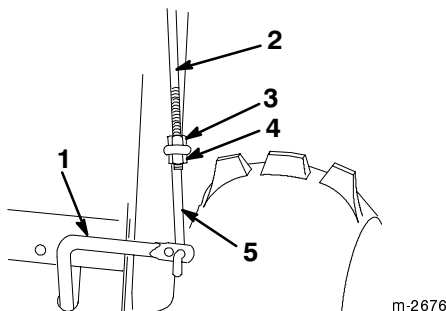

Bild 9
1. Drehen Sie eine Bundmutter (Bundseite unten) auf die obere Betätigungsstange am rechten Griff auf (Bild 9).
2. Bringen Sie das untere Gestänge durch die äußere Bohrung in der unteren Betätigungsstange an (Bild 9).
3. Stecken Sie die obere Betätigungsstange durch die Öse in der unteren Gestänge-Betätigungsstange (Bild 9).
4. Drehen Sie eine Sicherungs-Bundmutter (Bundseite nach oben) auf die Unterseite der oberen Betätigungsstange unter die Öse im unteren Gestänge (Bild 9).
7. Stellen Sie, falls notwendig, die beiden Muttern nach, um diesen Wert zu erhalten. Ziehen Sie dann die Muttern fest an (Bild 9).